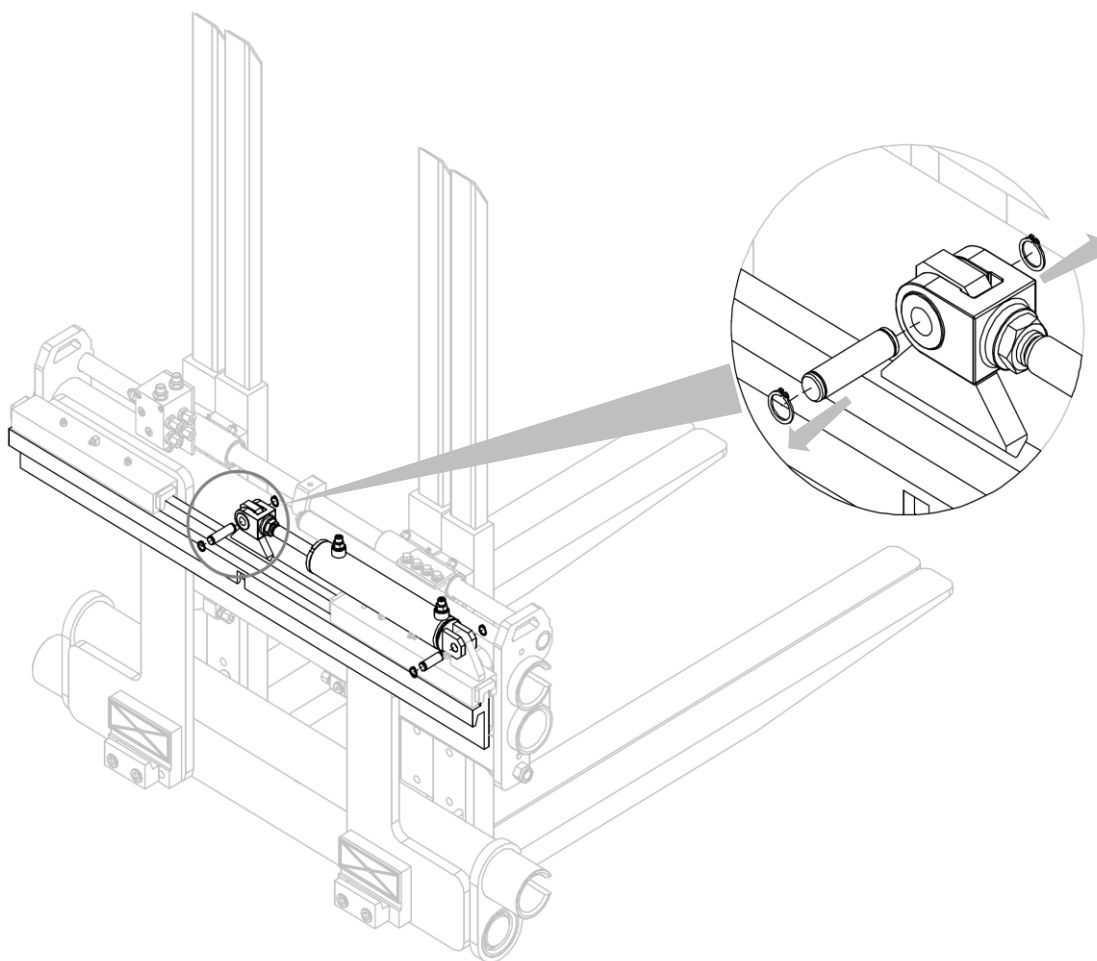

Figura 2
4. Quite los dos pasadores, con sus anillos elásticos, que bloquean el cilindro de desplazamiento lateral semincorporado (mira *Figura 2*).